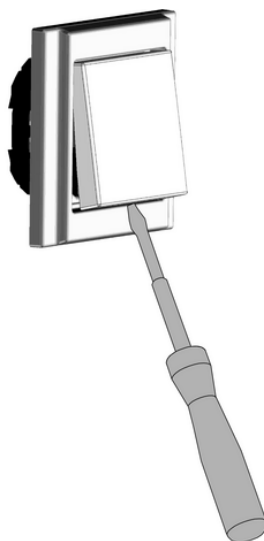

Figura 4: Desmontar la tapa
- Colocar el destornillador en la entalladura de la parte inferior (figura 4) y levantar la tapa (4) con cuidado, haciendo palanca.
- i** No dañar la tapa (4) ni el marco de diseño (2).
- Soltar el tornillo (6).
- Retirar el dispositivo electrónico (3) del módulo.